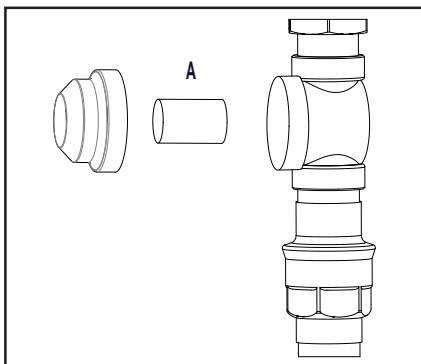

Fig. 2 110002117
Se muestra una instalación típica de propulsor de piso en fig. 2
5. Extraiga el filtro (A, fig. 2) y colóquelo en una solución desincrustante. Nota: Los sistemas MB no se comercializan con un filtro montado en fábrica. En caso de que el sistema MB cuente con un filtro, el procedimiento de desincrustación es el descrito anteriormente.